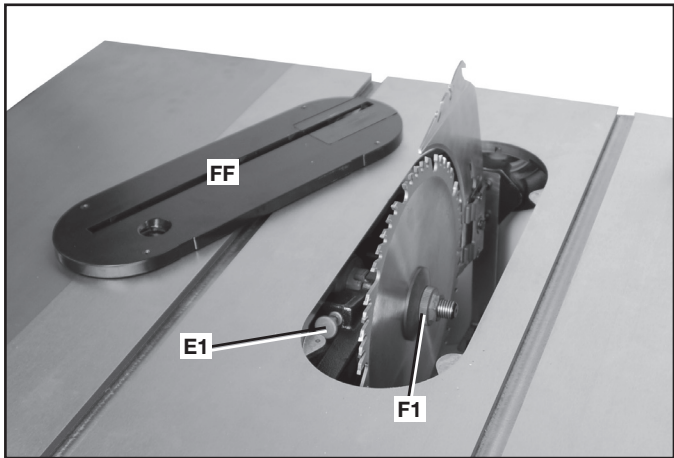

FIG. 52
1. Retirer le passe-lame (FF) fig. 52 et relever la lame de scie à sa hauteur maximale.
2. Retirer la vieille lame, au besoin, en tenant le bouton de verrouillage de l'arbre rouge (E1) fig. 52. Utiliser la clé pour arbre incluse pour retirer l'écrou de rétention de la lame (F1). Puis retirer la vieille lame.